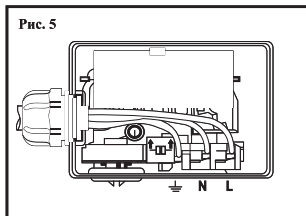

Рис. 5
5. Чтобы открыть кабельные клеммы, нажмите рукоятку вниз. Подключите кабель следующим образом: провод коричневого цвета - к клемме L, провод синего цвета - к клемме N, провод желтого/зеленого цвета к клемме «Земля» [см. рис. 5].